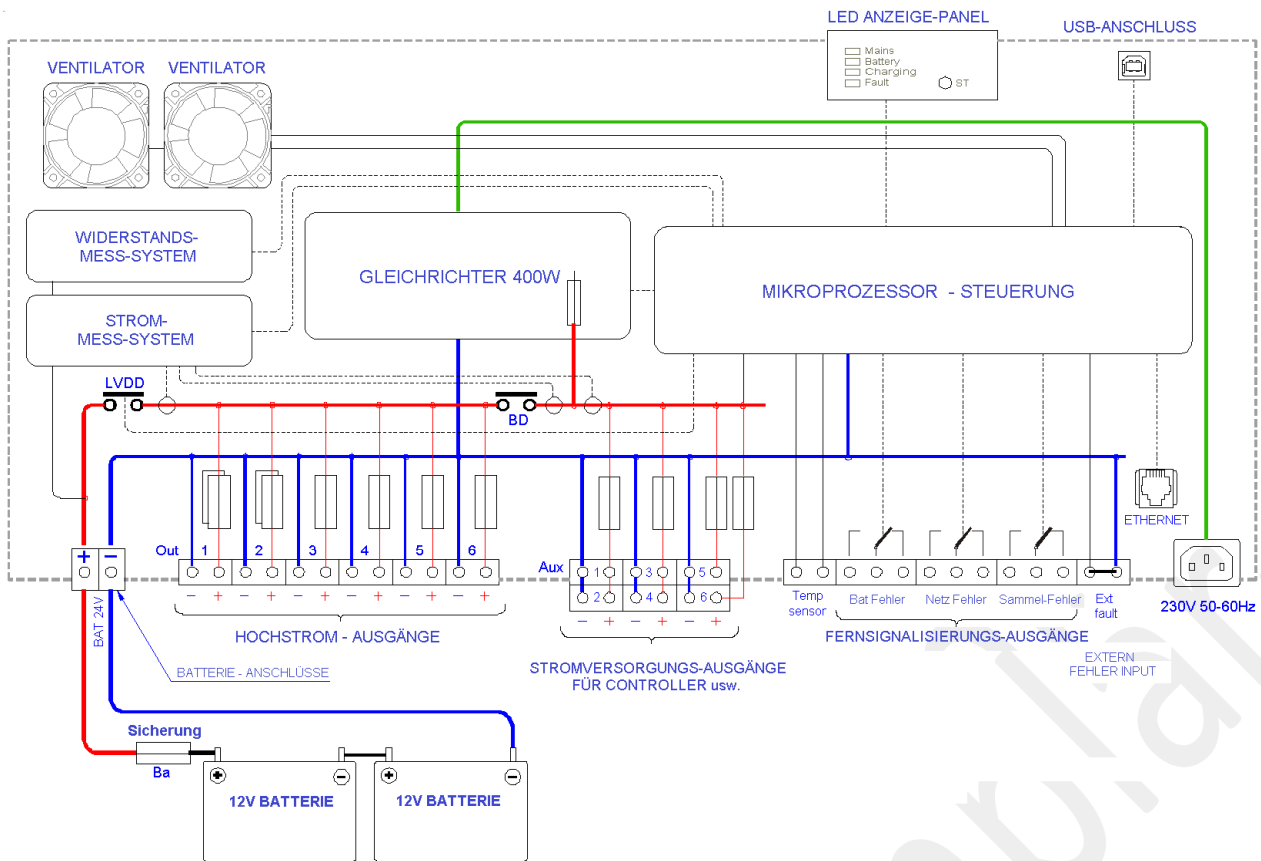

Abb. 3 Blockschaltbild der Notstromversorgung EPS 24 HP/MP/LP.
Das System der Notstromversorgung basiert auf Pufferbetrieb bei direkter Spannungsversorgung. Ein interner 400W-Gleichrichter (der auch die Funktion des Batterieladegerätes hat) ist parallel zu den Ausgängen der EPS 24 und der externen Batterie angeschlossen. Wenn Netzstrom vorhanden ist, liefert er den Strom an den Ausgängen und lädt gleichzeitig die Batterie. In diesem Zustand ist i.d.R. nur die Stromentnahme für SAA-Controller aus den **Aux**- Ausgängen zulässig. Bitte beachten Sie, dass die Belastung durch diese Geräte den verfügbaren Strom zum Laden von Batterien reduziert. Nach Netzausfall wird die Last automatisch durch die Batterie übernommen (Batteriebetrieb). Das Blockdiagramm der Stromversorgung ist in Abbildung 3 dargestellt.
- Trennen der Ausgänge **Aux** durch Trennschalter BD (siehe Blockdiagramm in Abb. 3), wenn die Batterieklemmen oder Ausgänge **Out** kurzgeschlossen sind und die Batterie nicht angeschlossen ist; dies stellt sicher, dass die Spannung an den Ausgängen **Aux** trotz der zuvor beschriebenen Batteriefehler weiterhin vorhanden ist.